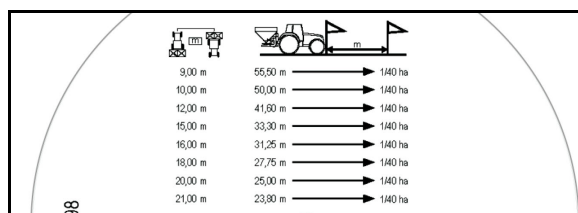

Fig. 67
1. Heng opp samlebeholderen (Fig. 67/1) på utløpsrennen (Fig. 67/3) ved hjelp av bøylene (Fig. 67/2). La samlebeholderen gå i spor i klemmerordningen (Fig. 67/4 og Fig. 65/1).
2. Hold sidespjeldet (Fig. 67/5) på utløpsrennen helt åpent i ca. 5 sek ved hjelp av en snor (Fig. 67/6) (for å sikre en jevn gjødselstrøm). Tøm så den oppsamlede gjødsele mengden tilbake i sprederren.